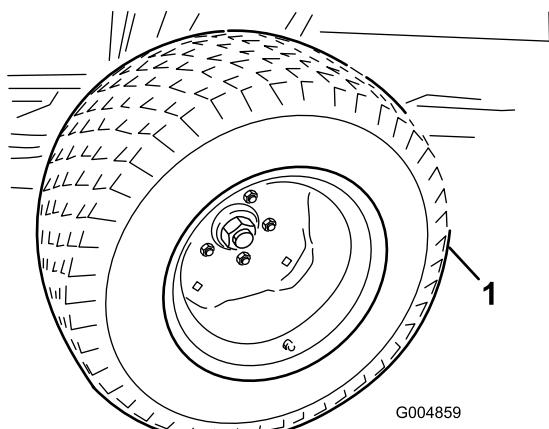

**Figura 7**
2. Coloque un soporte debajo de cada motor de rueda y un gato debajo del parachoques trasero (Figura 7), o eleve la máquina con un polipasto.